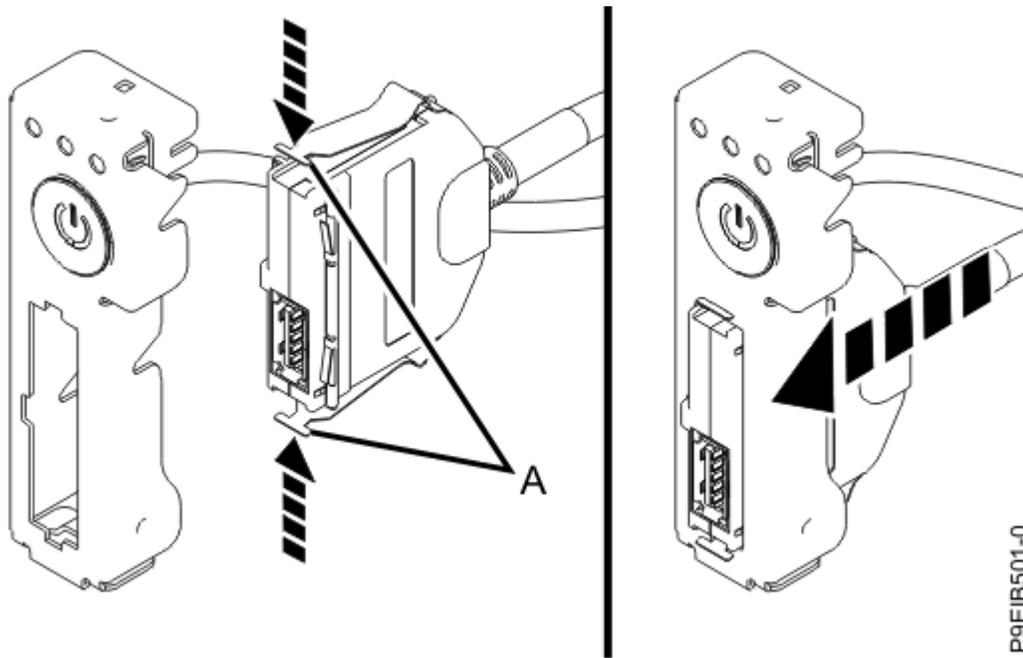

図 108. 電源スイッチへの USB ケーブルおよびコネクタの接続
3. ラッチ (A) を押し込んだ状態で、USB ケーブルおよびコネクタを電源スイッチに接続します (124 ページの図 108 を参照)。